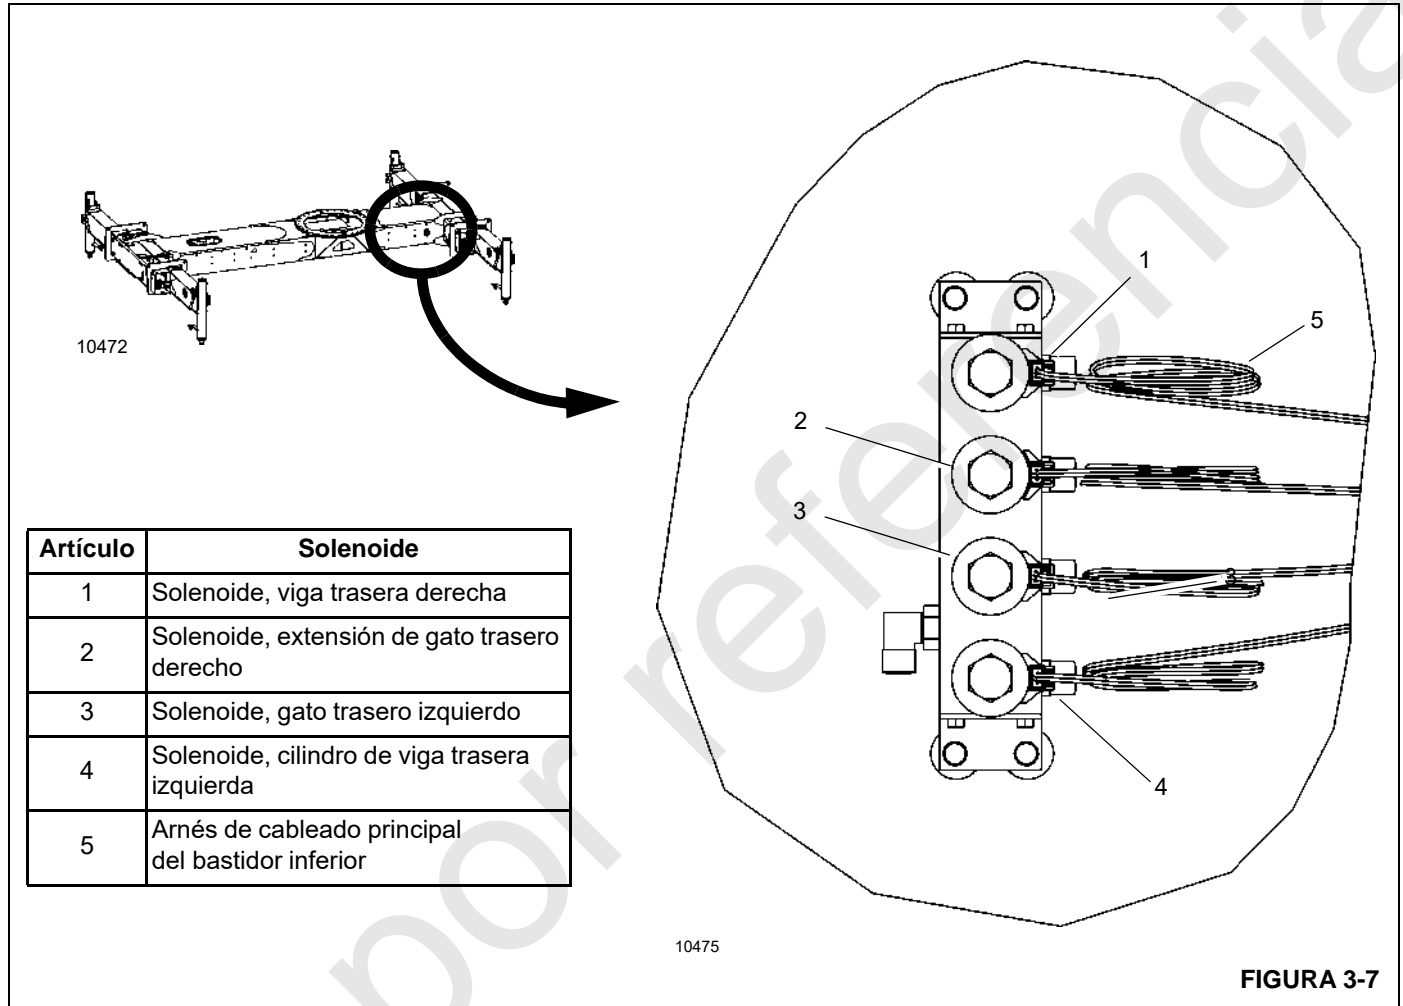

FIGURA 3-7
El colector de estabilizadores trasero está montado en la parte inferior de la caja de torsión entre el cojinete de la grúa y la caja de estabilizadores trasera (Figura 3-7).
**NOTA:** El módulo de estabilizadores delanteros (Figura 3-6 y Figura 3-7) no se puede reparar; comuníquese con el National Product Support si tiene preguntas sobre el servicio técnico y la reparación del módulo.
Los solenoides del colector del estabilizador trasero controlan las funciones del estabilizador trasero. El módulo inferior controla los solenoides traseros. Vea la Figura 3-7 para la identificación de solenoides.